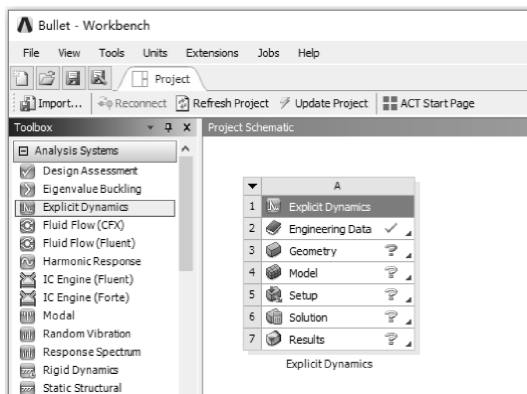

图 6-16 创建子弹冲击带铝板内衬陶瓷装甲显式分析
(1) 在工具箱【Toolbox】的【Analysis Systems】中双击或拖动显式动力分析【Explicit Dynamics】到项目分析流程图，如图 6-16 所示。
(2) 在 Workbench 的工具栏中单击【Save】，保存项目实例名为 Bullet.wbpj。工程实例文件保存在 D:\AWB\Chapter06 文件夹中。